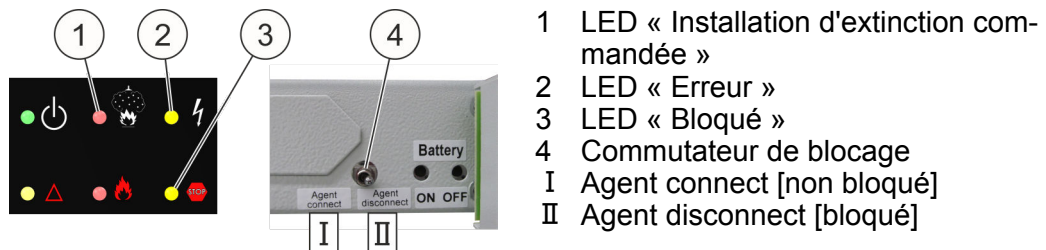

Fig. 38 : Blocage
- Bloquer le système avant un test de fonctionnement. Pour ce faire, commuter le commutateur de blocage (Fig. 38 /4) sur « Agent disconnect [bloqué] » (Fig. 38 / II).
- La LED supérieure jaune (Fig. 38 /2) s'allume.
Si une porte équipée d'un commutateur de contact de porte est ouverte, le voyant LED jaune inférieur (Fig. 38 /3) s'allume en plus.
- Avant de supprimer le blocage, s'assurer que la LED rouge supérieure (Fig. 38 /1) **n'est pas** allumée, car sinon la procédure d'extinction est immédiatement lancée.